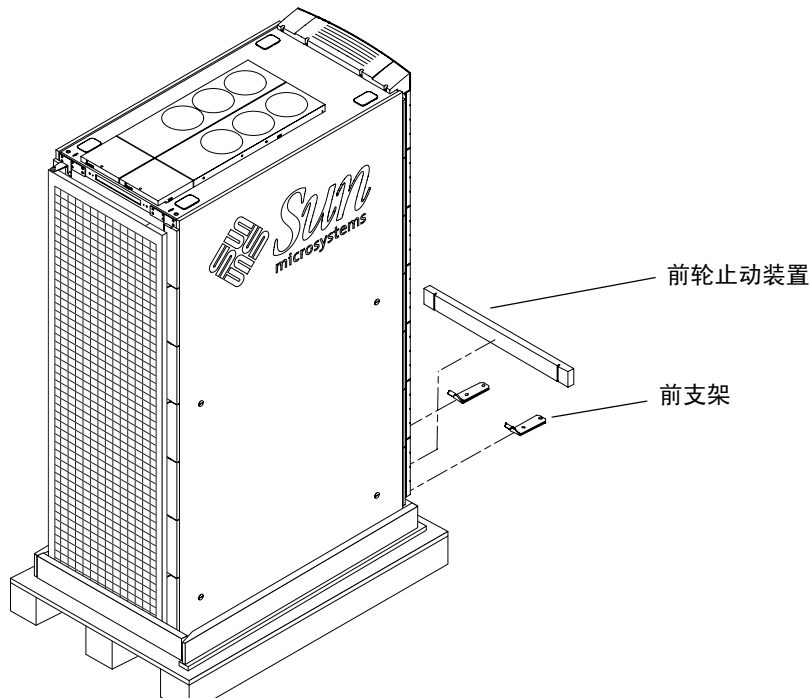

图 2-3 前支架和前轮止动装置
2. 使用调平扳手卸下前支架。收好支架，以备在步骤 11 中使用（图 2-3）。